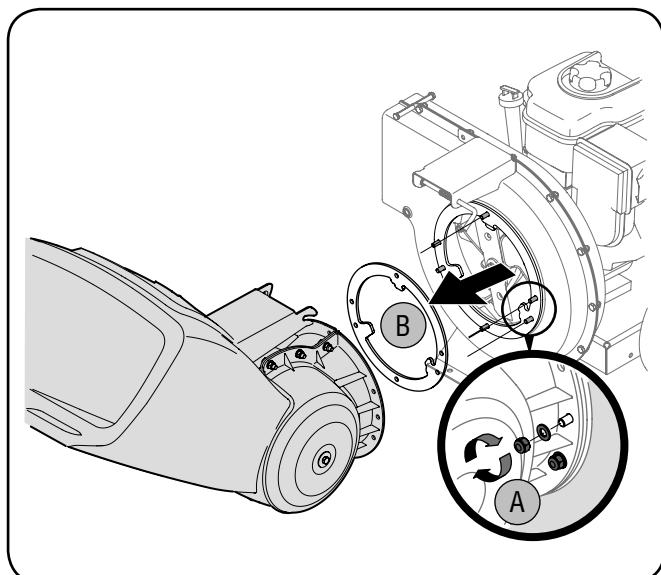

Рис. 7-3
- Отверните 6 шестиграных контргаек и шайбы с приваренных шпилек на кожухе шарнирных ножей. См. рис. 7-3А. Сложите снятые детали.
- Осторожно разделите воронку и узел крыльчатки, затем снимите опорную пластину. См. рис. 7-3В.